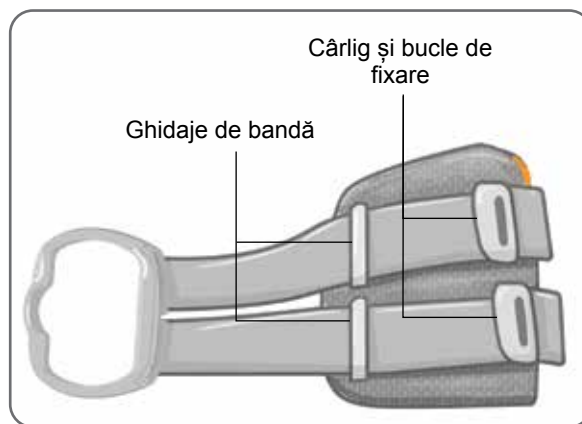

Figura 6-2: Bandă pentru jambieră Lower Leg atașată la jambiera Lower Leg normală
- Glisați banda prin ghidajele de bandă și cataramele de pe jambiera Lower Leg. Asigurați-vă că bucele de fixare și cârligul sunt orientate spre exteriorul jambierei Lower Leg. Apăsați pe cârlig și bucele de fixare pentru a fixa banda. Consultați Figura 6-2.